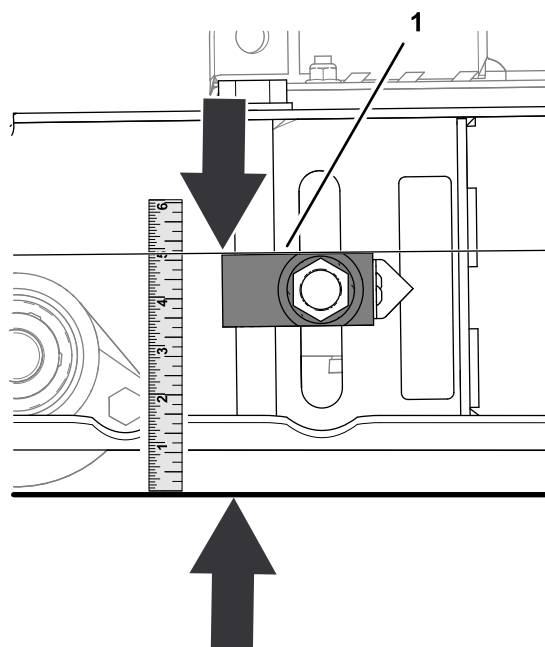

図 81
2. アジャスタブロックの上面から床面までの距離を測定する 図 81。